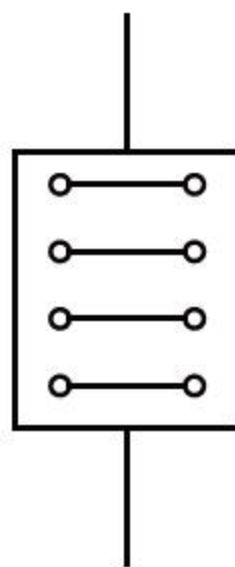

图4-43 复制图形
**02** 单击【修改】面板中的【矩形阵列】按钮，矩形阵列图形，如图4-43所示。命令行操作如下。